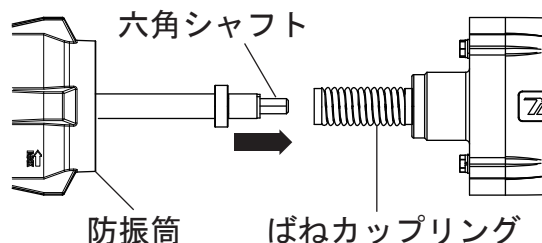

図 5
2. 振動筒ケースから六角シャフトを引き出し、六角シャフトをばねカップリングにさし込み、防振筒を押し込む。(図5)